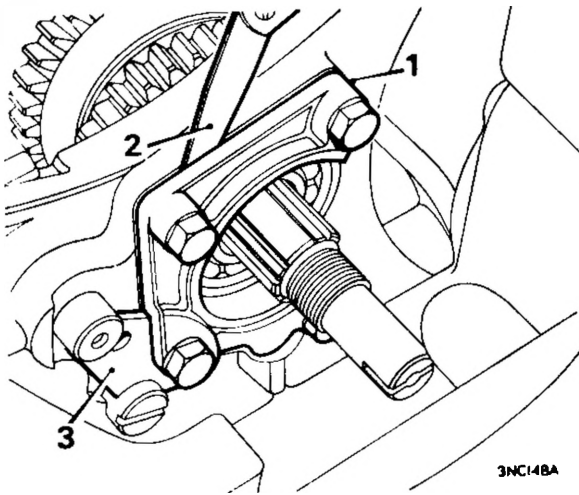

Fig. F.28
74. Misurare con uno spessimetro la luce di Fig. F.28. Selezionare i rasamenti richiesti dalla tabella riportata qui di seguito:-